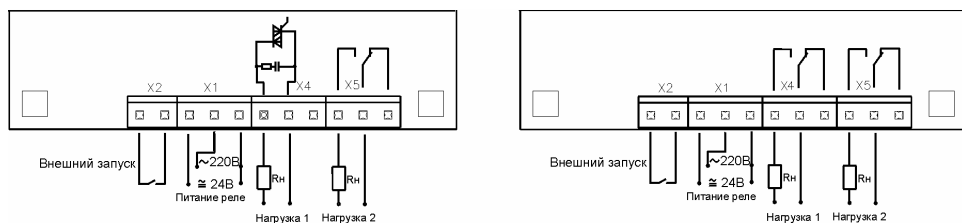

Рис. 2. Схема подключения реле.
6.3. Схема подключения реле приведена на рис.2 в Приложении 1. (При подключении постоянного напряжения питания допускается не соблюдать полярность.)